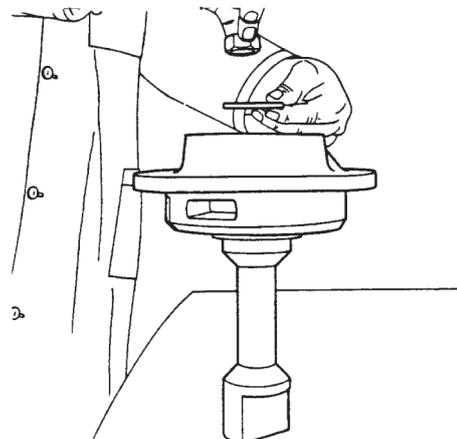

Figura 95
- E. Coloque a arruela de retenção do rolamento dianteiro do pinhão e a porca recartilhada, apertando esta última manualmente. (Figura 95).